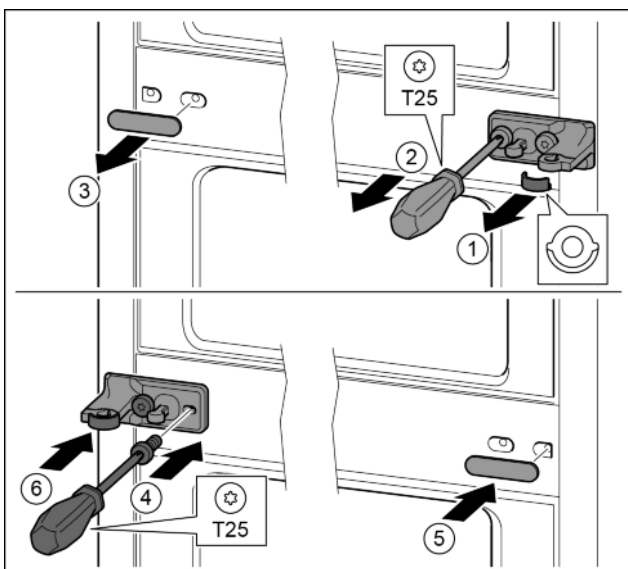

Fig. 26
- ▶ Вынуть шайбу. Fig. 26 (1)
- ▶ Выкрутить винты отверткой T25. Fig. 26 (2)
- ▶ Осторожно снять крышку. Fig. 26 (3)
- ▶ Плотно прикрутить опорный кронштейн с подкладкой с поворотом на 180° с другой стороны. Fig. 26 (4)
- ▶ Установить крышку с поворотом на 180° с другой стороны. Fig. 26 (5)
- ▶ Спереди надвинуть шайбу. Fig. 26 (6)